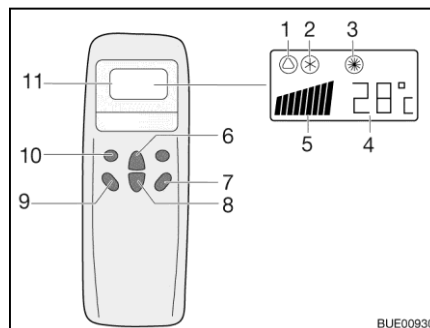
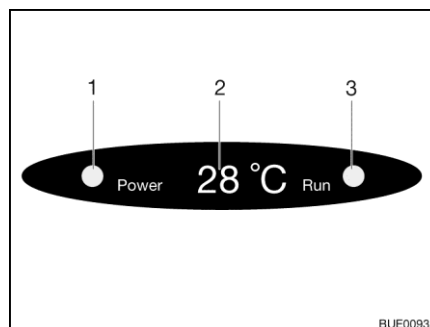

Bild 225 Fjärrstyrning
Bild 226 Diffusörens display
- Tryck på knappen "ON/OFF" (Bild 225,7).
- Tryck så många gånger på knappen "Mode" (Bild 225,10) tills önskad driftsläget (Bild 225,1, 2 eller 3) visas på displayen. Motsvarande kontrollampa tänds på diffusörens display (Bild 226,3).
- Ställ in önskad temperatur med knappen Temperaturökning (Bild 225,6) eller Temperatursänkning (Bild 225,8).
- Med knappen Fläktvarvtal (Bild 225,9) väljs önskad fläktkapacitet.